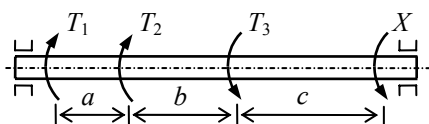

Рис. 3.2
**Пример 3.** К стальному валу приложены три известных момента:  $T_1$ ,  $T_2$  и  $T_3$  (рис. 3.2). Требуется: 1) из условия равновесия вала найти значение момента  $X$  (сопротивлением опор пренебречь); 2) построить эпюру крутящих моментов; 3) определить диаметр вала из расчета на прочность; 4) из расчета на прочность подобрать вал кольцевого поперечного сечения при заданном отношении внутреннего диаметра  $d$  к наружному  $D$ ; 5) выбрать вал с меньшей площадью поперечного сечения; 6) для выбранного вала проверить выполнение условия жесткости (при невыполнении этого условия подобрать размеры поперечного сечения вала из условия жесткости) и построить эпюру углов закручивания.